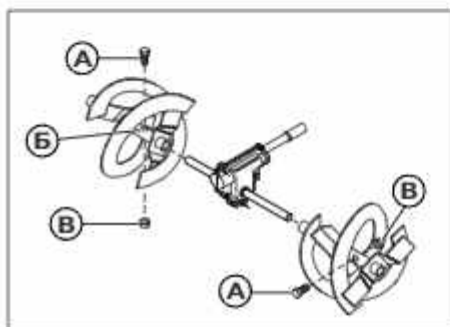

Рис. 42
4. Выровняйте отверстия для болтов. Вставьте новые срезных штифтов (рис. 42, поз. А) через вал шнека (рис. 42, поз. Б). Вставьте защелки (рис. 42, поз. В) в отверстия срезных штифтов.